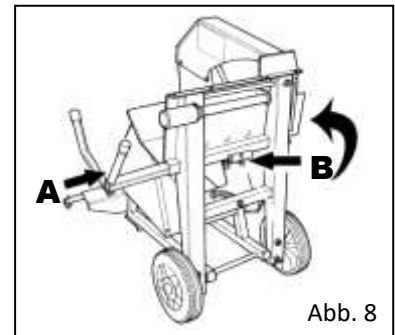

Abb. 8
Die seitliche Stammauflage muss in die Transportposition (A) eingesetzt und mit Bolzen befestigt werden. (Abb. 8)
Um unerwünschte Bewegungen zu vermeiden, die Wippe mit Kette und entsprechendem Sperrblock befestigen (B). (Abb. 8)